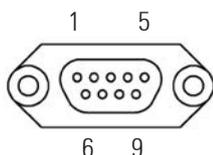

Fig. 22. Connecteur DB9 (CN12) pour RS-232 sur BM491\*.
- En plus, en cas d'installations avec l'optionnel E/S numériques (8), on dispose d'un connecteur DB9 (CN12) dans la U.E. BM491\* (voir figure 22). Ce connecteur fournit le port de communication RS-232, pareil que le connecteur série RJ45 (6), fournit à côté du panneau de contrôle avec écran LCD.